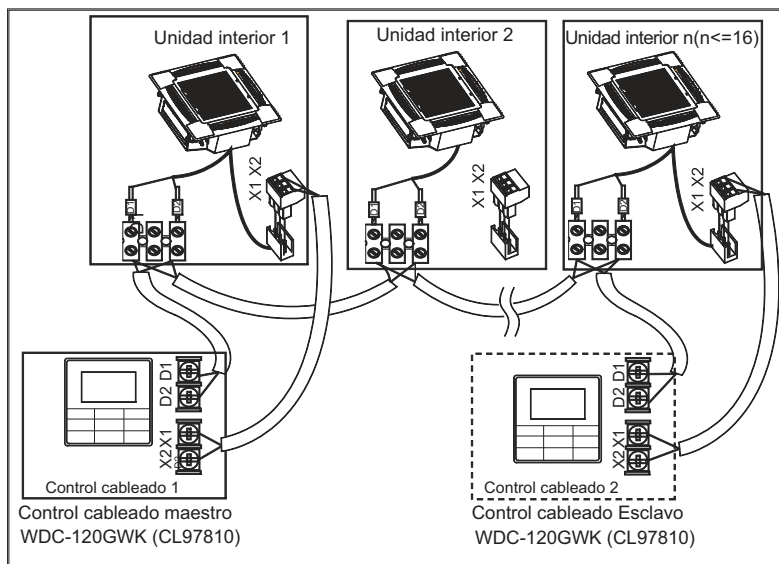

Figura 6.8
- Utilice 1 control con cable para controlar varias unidades interiores o 2 controles con cable (un control maestro y uno esclavo) para controlar varias unidades interiores (consulte la Figura 6.8);